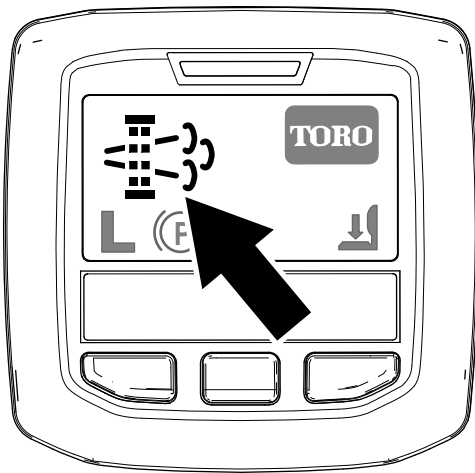

Figura 30
- El icono de regeneración con la máquina aparcada aparece en el InfoCenter (Figura 30).